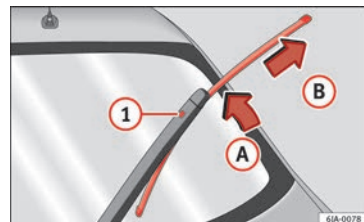

Fig. 71 Escova do limpa-vidros traseiro.
- Remova o braço do limpa para-brisas do vidro, movendo ligeiramente a escova no sentido do braço - seta A » » » Fig. 71.
- Com a outra mão, desbloqueie o mecanismo de segurança ① e retire a escova no sentido da seta B.